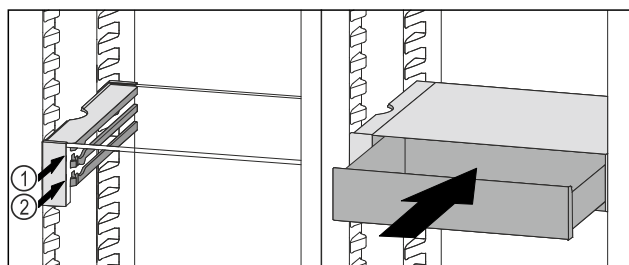

Fig. 100
- ▶ Placera VarioSafe-lådan bakom stopplackarna på önskad list Fig. 100 (1) eller Fig. 100 (2).